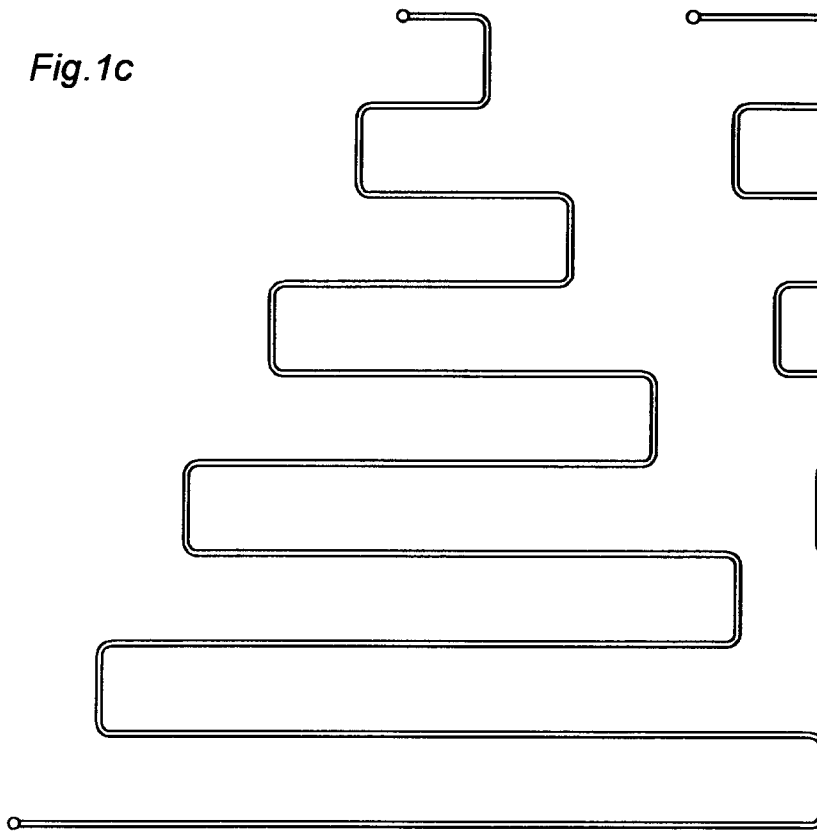

Fig. 6
6. Grzejnik rurkowy z poziomymi rurkami o zwiększającej się ku dołowi grzejnika długości, jak pokazano na rysunku, w widoku z przodu – fig. 6.